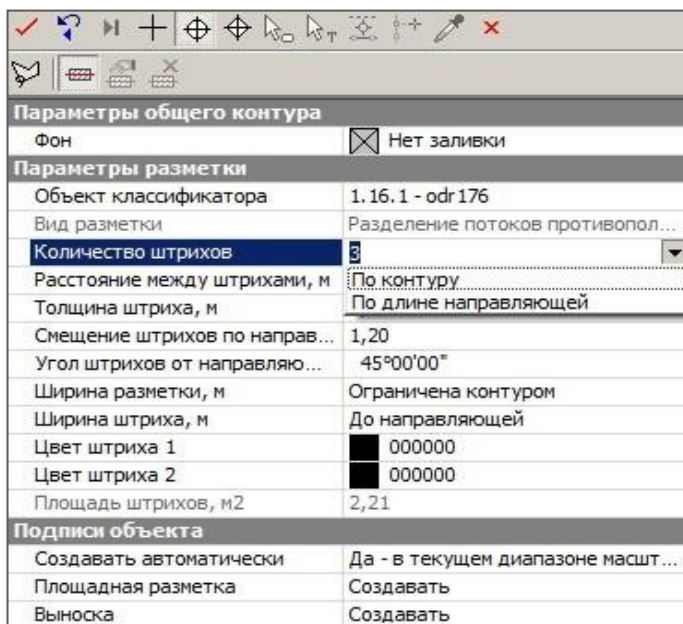

Рис. 29.33
Количество штрихов и другие настройки разметки можно отредактировать в окне параметров (рис. 29.33).
**Количество штрихов** можно задать с клавиатуры (например, 3) или выбрать настройку из выпадающего списка: по всей площади контура или по всей длине направляющей (рис. 29.33).